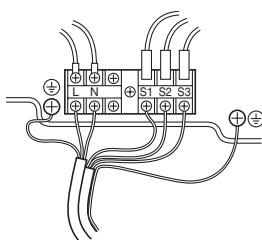

**Fig. 6-1**
### **6.1. Unidade exterior (Fig. 6-1, Fig. 6-2)**
- ① Remova o painel de manutenção.
- ② Ligue os cabos consultando a Fig. 6-1 e a Fig. 6-2.